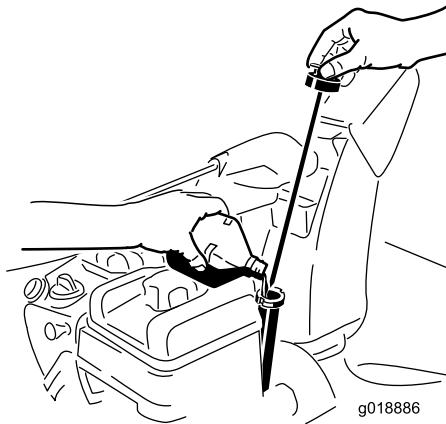

Figura 35
- Rimuovete l'asta e controllate il livello dell'olio (Figura 35). Se l'olio non raggiunge la tacca Add, occorre rabboccare. Fate riferimento a Rabbocco dell'olio motore.